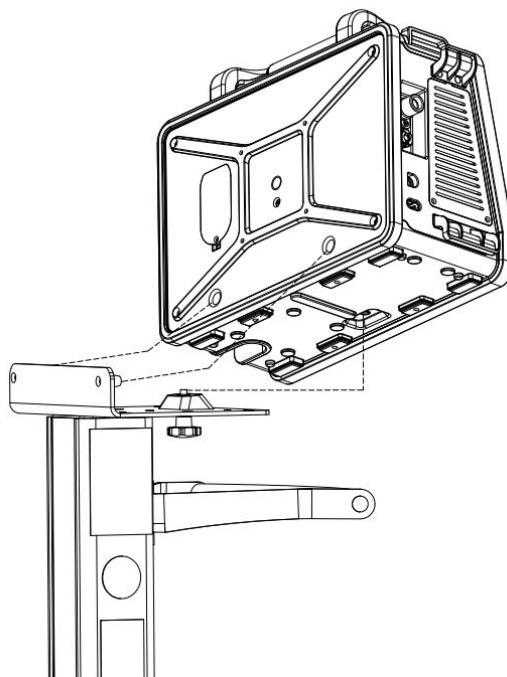

Рисунок 3.1 – Установка аппарата на стол тележки
- а) Установить электронный блок на стол тележки таким образом, чтобы штыри стола тележки совпали с выемками на задней части корпуса аппарата. Зафиксировать снизу с помощью винта со звездообразной рукояткой (рисунок 3.1).